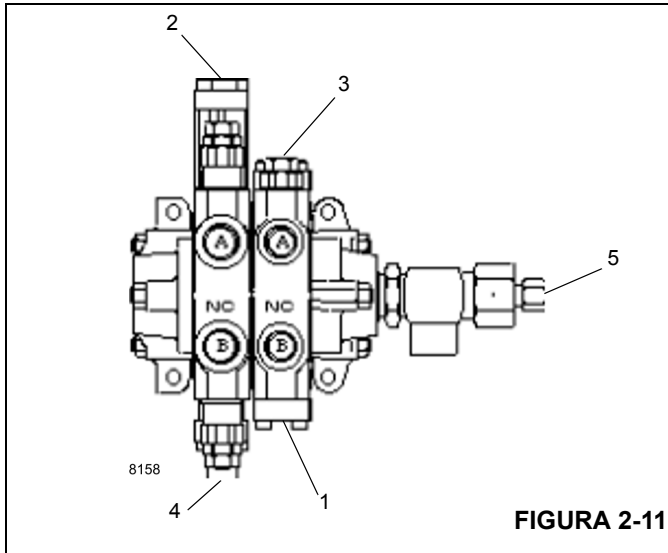

FIGURA 2-11
1. Instale um dispositivo de verificação de pressão de desconexão rápida com indicador no bico de teste no orifício de teste da válvula de giro (5, Figura 2-11).
2. Opere o motor na rotação máxima e manobre totalmente para a direita ou totalmente para a esquerda e segure. Verifique a pressão e a ajuste a válvula de alívio (3, Figura 2-11) para 172 bar ± 4 (2500 psi ± 50).